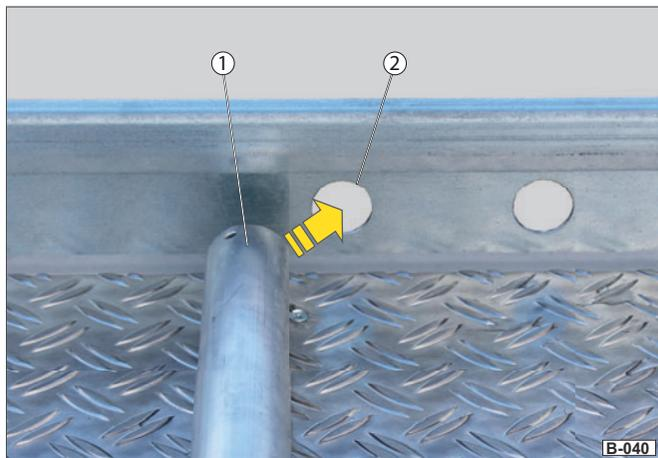

Abb. 46 Radstopper fixieren
- ▶ Drücken Sie den Radstopper gegen die Stahlschürze und führen Sie den Zapfen der festen Seite (Abb. 46/1) in die gegenüberliegende Lochung (Abb. 46/2).